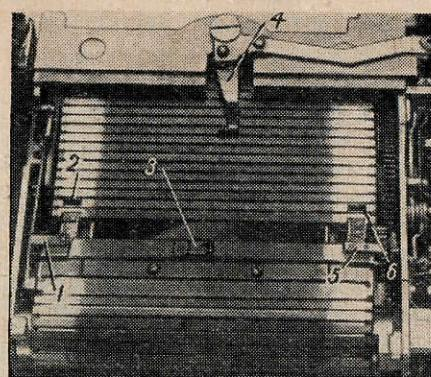

Рис. 125. Расположение шторок затвора
**При заводе затвора верхняя шторка сползает книзу, образуя щель. Неисправность — отошел фиксирующий крючок 4 (рис. 125).**
Поставив на свое место лимб завода и закрепив его на три винта, заводят затвор. Определив неточность соприкосновения усиков нижней шторки 3 и фиксирующего крючка 4 (рис. 125), подгибают крючок так, чтобы он кон-
Для устранения неисправности необходимо подогнуть пружины боковых замков 1 и 5 (рис. 125) так, чтобы они усиками полностью входили в отверстия 2 и 6. Если пружина замков повреждена и ее невозможно подогнуть на